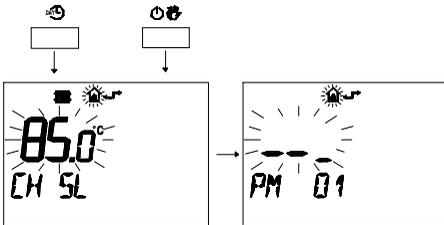

fig. 5.28
- 2 Premere contemporaneamente i pulsanti **PM** e **ON/OFF** per entrare nella programmazione trasparente (fig. 5.28)